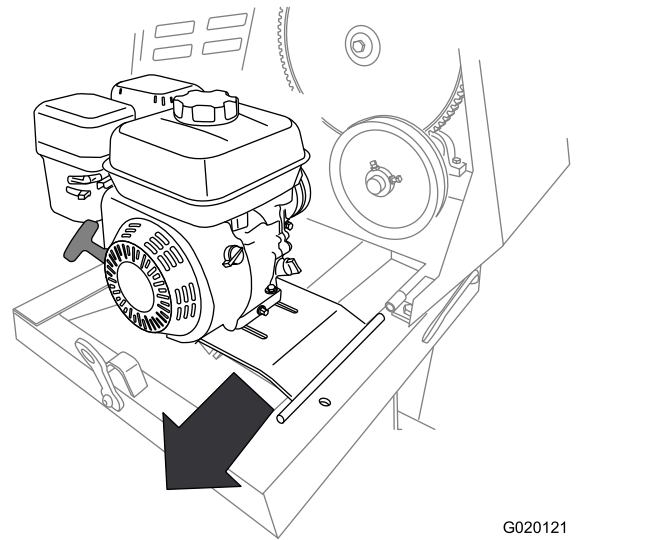

Figura 54
11. Retire el motor y la chapa del motor de la máquina (Figura 54).
2. Alinee el pivote de la chapa del motor con el soporte delantero de la bisagra (Figura 54).
3. Deslice la chapa del motor hacia adelante encajando el pivote en el soporte delantero de la bisagra (Figura 54).
4. Alinee el soporte trasero de la bisagra con el pivote de la bisagra de la chapa del motor (Figura 54).
10. Deslice la chapa del motor hacia atrás para retirarla del soporte delantero de la bisagra (Figura 54).